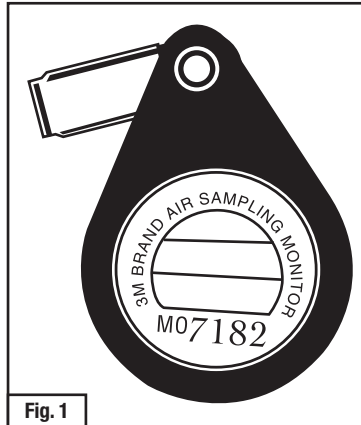

Fig. 1
3. Registre la fecha, la identificación del empleado o área y la hora de inicio del muestreo en la etiqueta del monitor (Fig. 1).